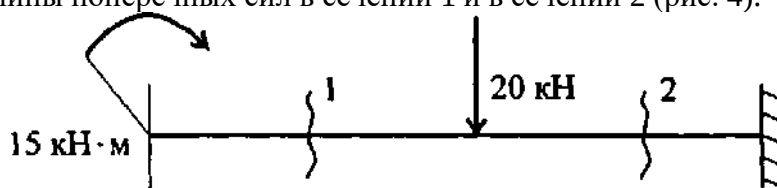

Рис. 4
9. Определите величины поперечных сил в сечении 1 и в сечении 2 (рис. 4).